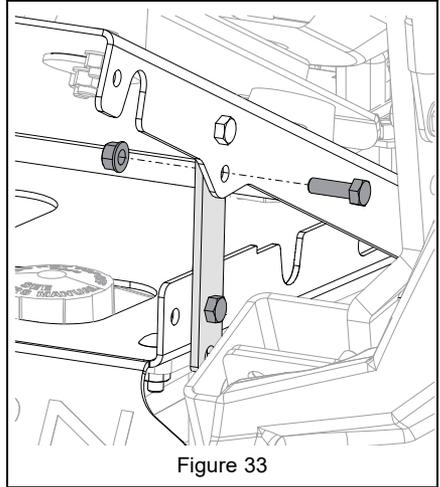

Figure 33
6. Fixer le support de siège à la plaque de siège avec la visserie retirée à l'étape 4. Répéter l'opération sur l'autre côté de la machine. Voir Figure 33.